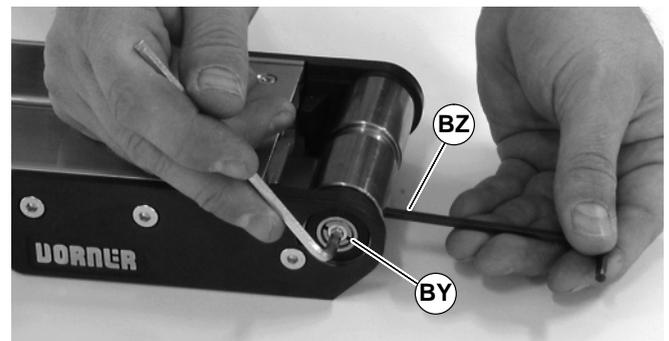

Abbildung 55
3. Zu beiden Seiten der Spannrolle mit einem 4 mm Innensechskantschlüssel die konische Schraube (BY siehe Abbildung 55) mit 8.5 Nm festziehen. Die Spannrolle mit dem zweiten Sechskantschlüssel (BZ), der in das Loch an der Spannrolle eingeführt wird, festhalten.